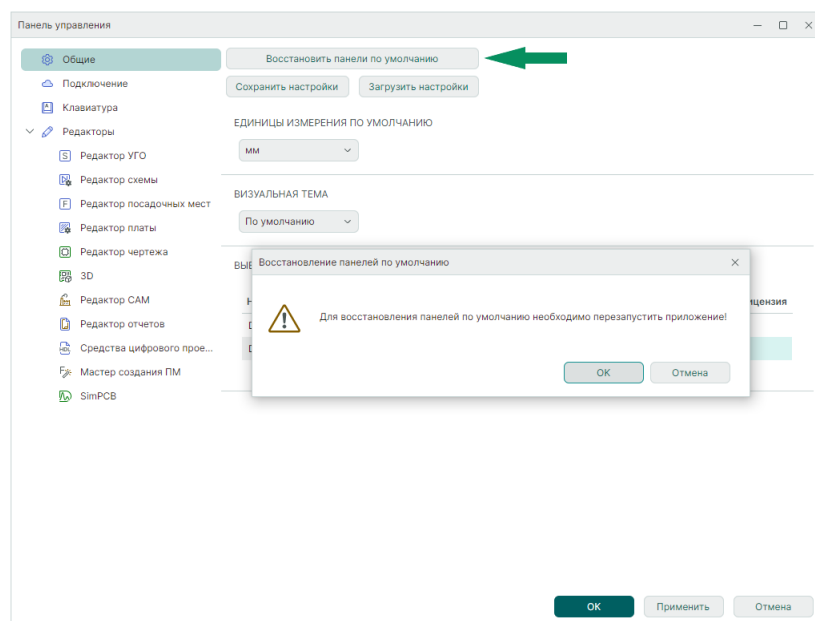

Рис. 82 Восстановление отображения панелей по умолчанию
1. Нажмите кнопку «Восстановить панели по умолчанию», см. Рис. 82.